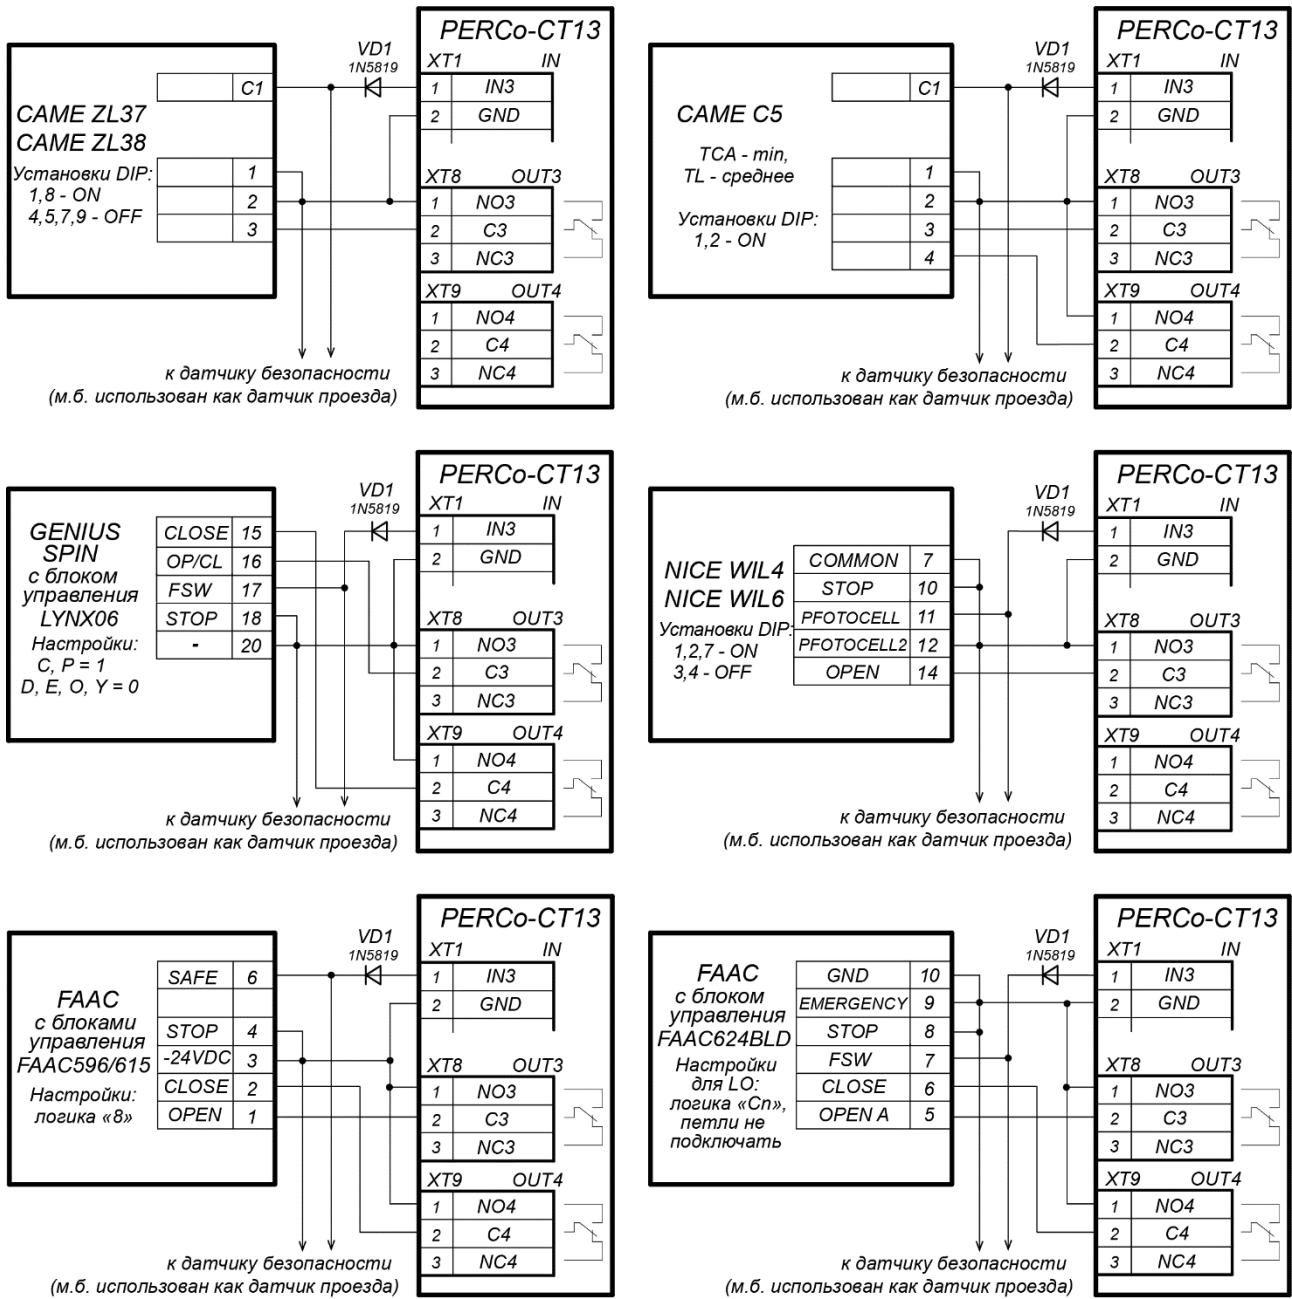

Рисунок 18. Примеры схем подключения шлагбаумов к контроллеру АТП
2. Типовые схемы подключения ИУ АТП представлены на рис. 18.